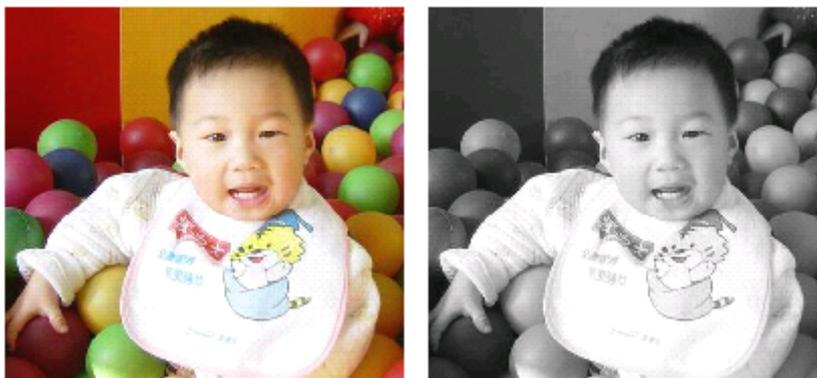

图 4-63 彩色图像和灰度图像，左为原图
**灰度：**将彩色图形转变为 256 级的灰度图,如图 4-63 所示。